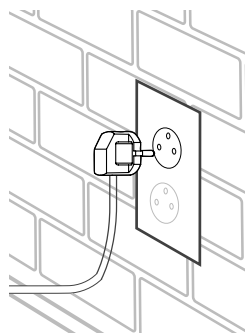

Figure 2.3
8. Branchez-le sur une prise de courant de la cuisine. **[Figure 2.3]**